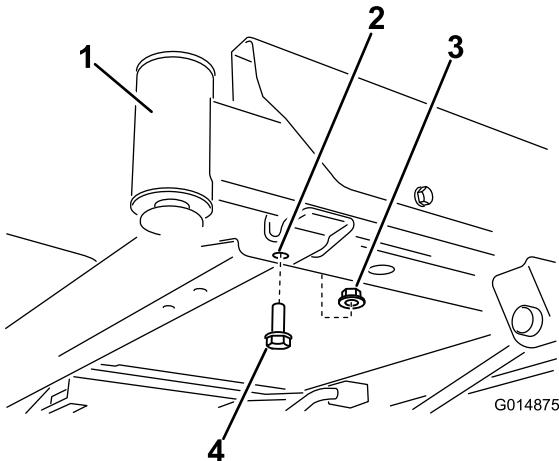
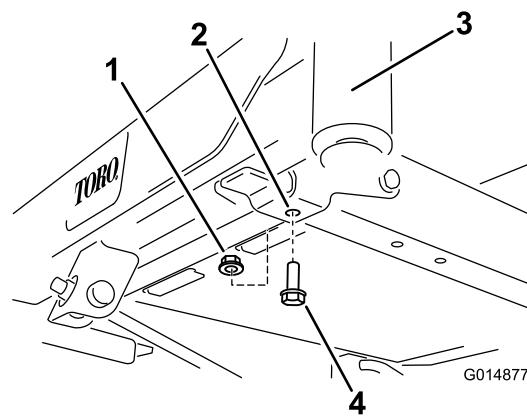

Bild 3
Bild 4
- Ermitteln Sie die vorderen Schrauben an der Unterseite des Rahmens (Bild 3 und Bild 4).